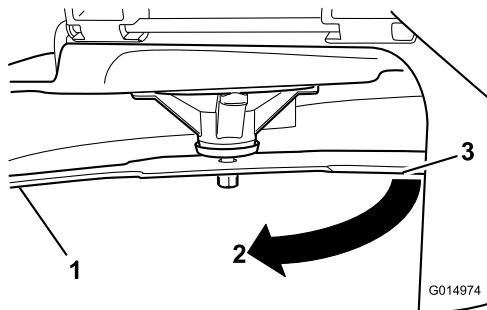

Figura 64
3. Segunda distância medida entre a lâmina e a superfície (B)
4. Rode a mesma lâmina 180 graus para que a extremidade de corte oposta fique na mesma posição (**Figura 64**).